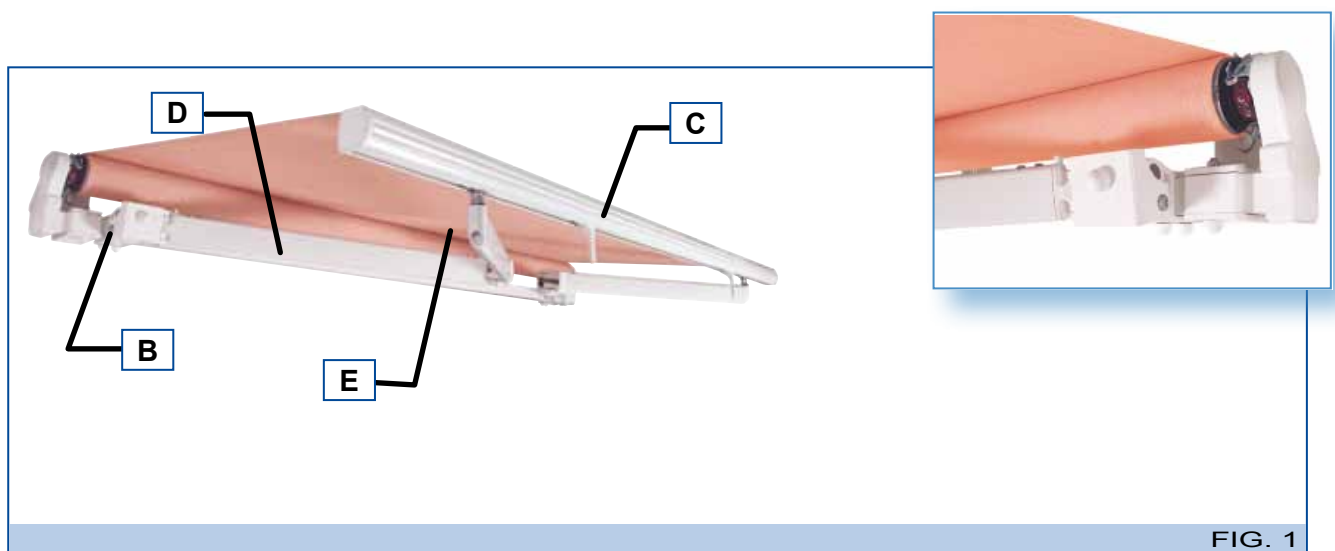

FIG. 1
- **Metallstruktur:** Die Metallstruktur ist der Tragrahmen und in seinem Innern befinden sich die verschiedenen Antriebe zum Ein- und Ausfahren der Markise. Die Metallstruktur setzt sich aus einem Tragrohr (A – Abb. 1), einer Fallstange (B – Abb. 1), Gelenkarmen (C – Abb. 1), die mit ummantelten Stahlseil oder einer Edelstahlkette ausgerüstet sind und einer Tuchwelle.
- **Tuch (D – Abb. 1):** Hat eine Abdeck- und Schutzfunktion der Markise.